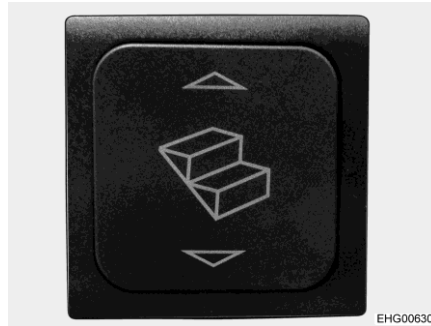

Bild 3 Vippkontakt fotsteg
- Köra ut:** ■ Tryck nedtill på vippkontakten (Bild 3) tills fotsteget har körts ut helt.
- Köra in:** ■ Tryck uppåt på vippkontakten (Bild 3) tills fotsteget har körts in helt.